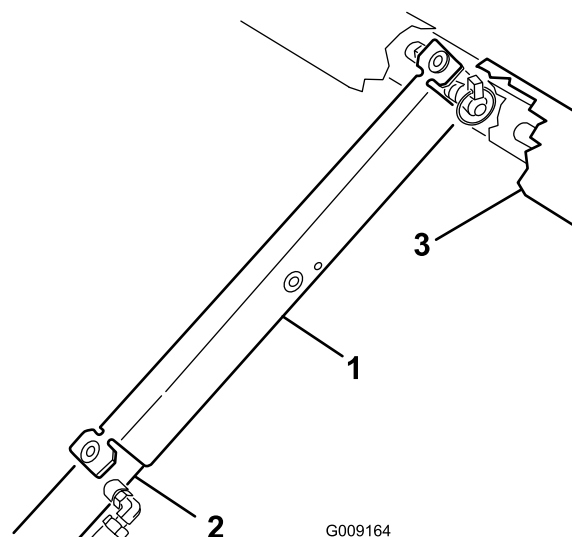

Figura 2
sobre el extremo del cilindro y sobre la rótula de la varilla del cilindro (*Figura 2*).
1. Retire el soporte de la plataforma de la varilla del cilindro, y retire el soporte (Figura 2); consulte Preparación para la instalación del Kit.